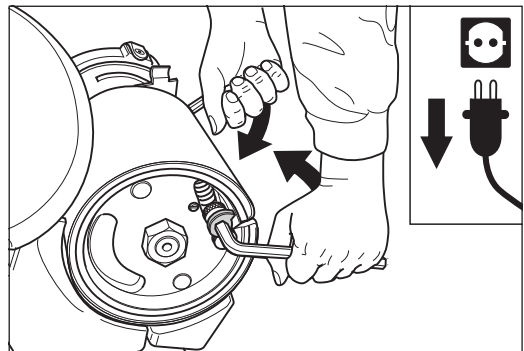

Abb. 31 Die Papierspannung mit den beiden Innensechskantschlüsseln (Größe 10 mm) lösen.
- 7 Stecken Sie die passenden Innensechskantschlüssel (Größe 10 mm) seitlich in die Spannbolzen. Lösen Sie die Papierspannung, indem Sie mit der linken Hand den Innensechskantschlüssel nach oben ziehen und mit der rechten Hand den anderen Innensechskantschlüssel nach unten drücken (Abb. 31).